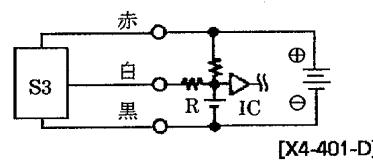

図4 容量性負荷に電流制限抵抗Rを入れた例。
- 容量性負荷(コンデンサ)を接続する場合には、スイッチON時に突入電流が発生しますので図4に示す保護回路を必ず設けてください。